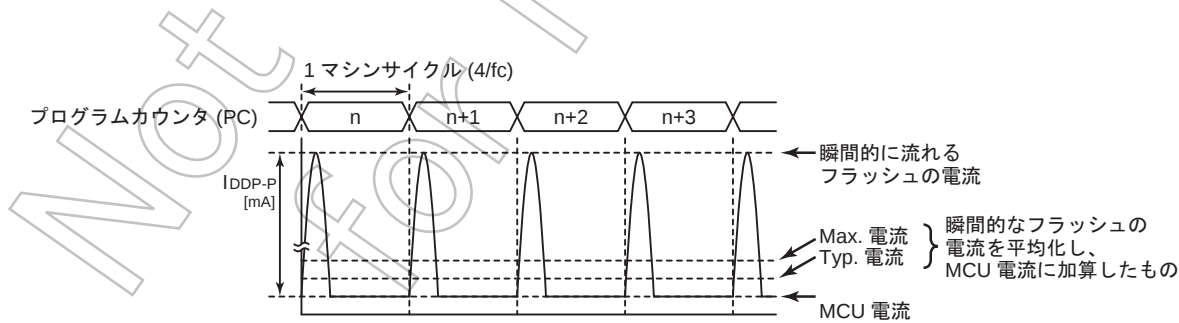

図 23-1 フラッシュメモリの間欠動作
- 注 4) フラッシュメモリでプログラムが動作している時、またはフラッシュメモリからデータを読み出している時、フラッシュメモリは間欠動作を行いますので、瞬間的に図 23-1 のようなピーク電流が流れます。よってこの場合の電源電流 I_{DD} は、ピーク電流を平均化した電流値と MCU 電流の和となります。